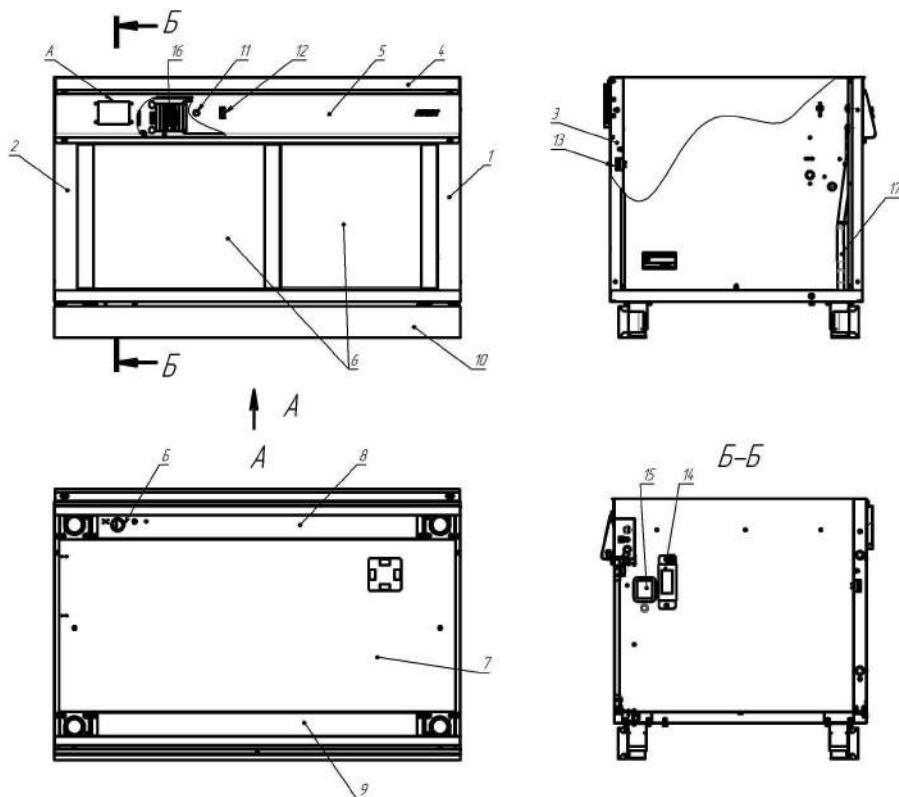

Рис. 1. 1, 2- стенка боковая; 3- стенка задняя; 4- кожух;
1.3.1 Изделие (см. рис.1) состоит из боковых стенок 1 и 2, задней стенки 3, кожуха 4, панели управления 5, раздвижных дверей 6, днища 7 и швеллеров 8 и 9 с регулируемыми по высоте опорами.